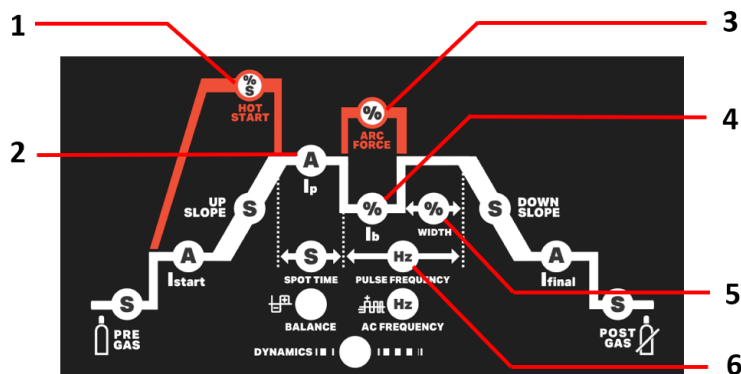

Fig. 2 – Parâmetros MMA
Para TP 324-504 ACDC (Ver os itens na Fig. 2)
- Ajustar o valor de corrente ao diâmetro do eletrodo e a espessura da chapa a soldar (Fig.2 - 2), de acordo com a seguinte tabela, para regular as máquinas de acordo com o eletrodo a utilizar e iniciar a soldadura